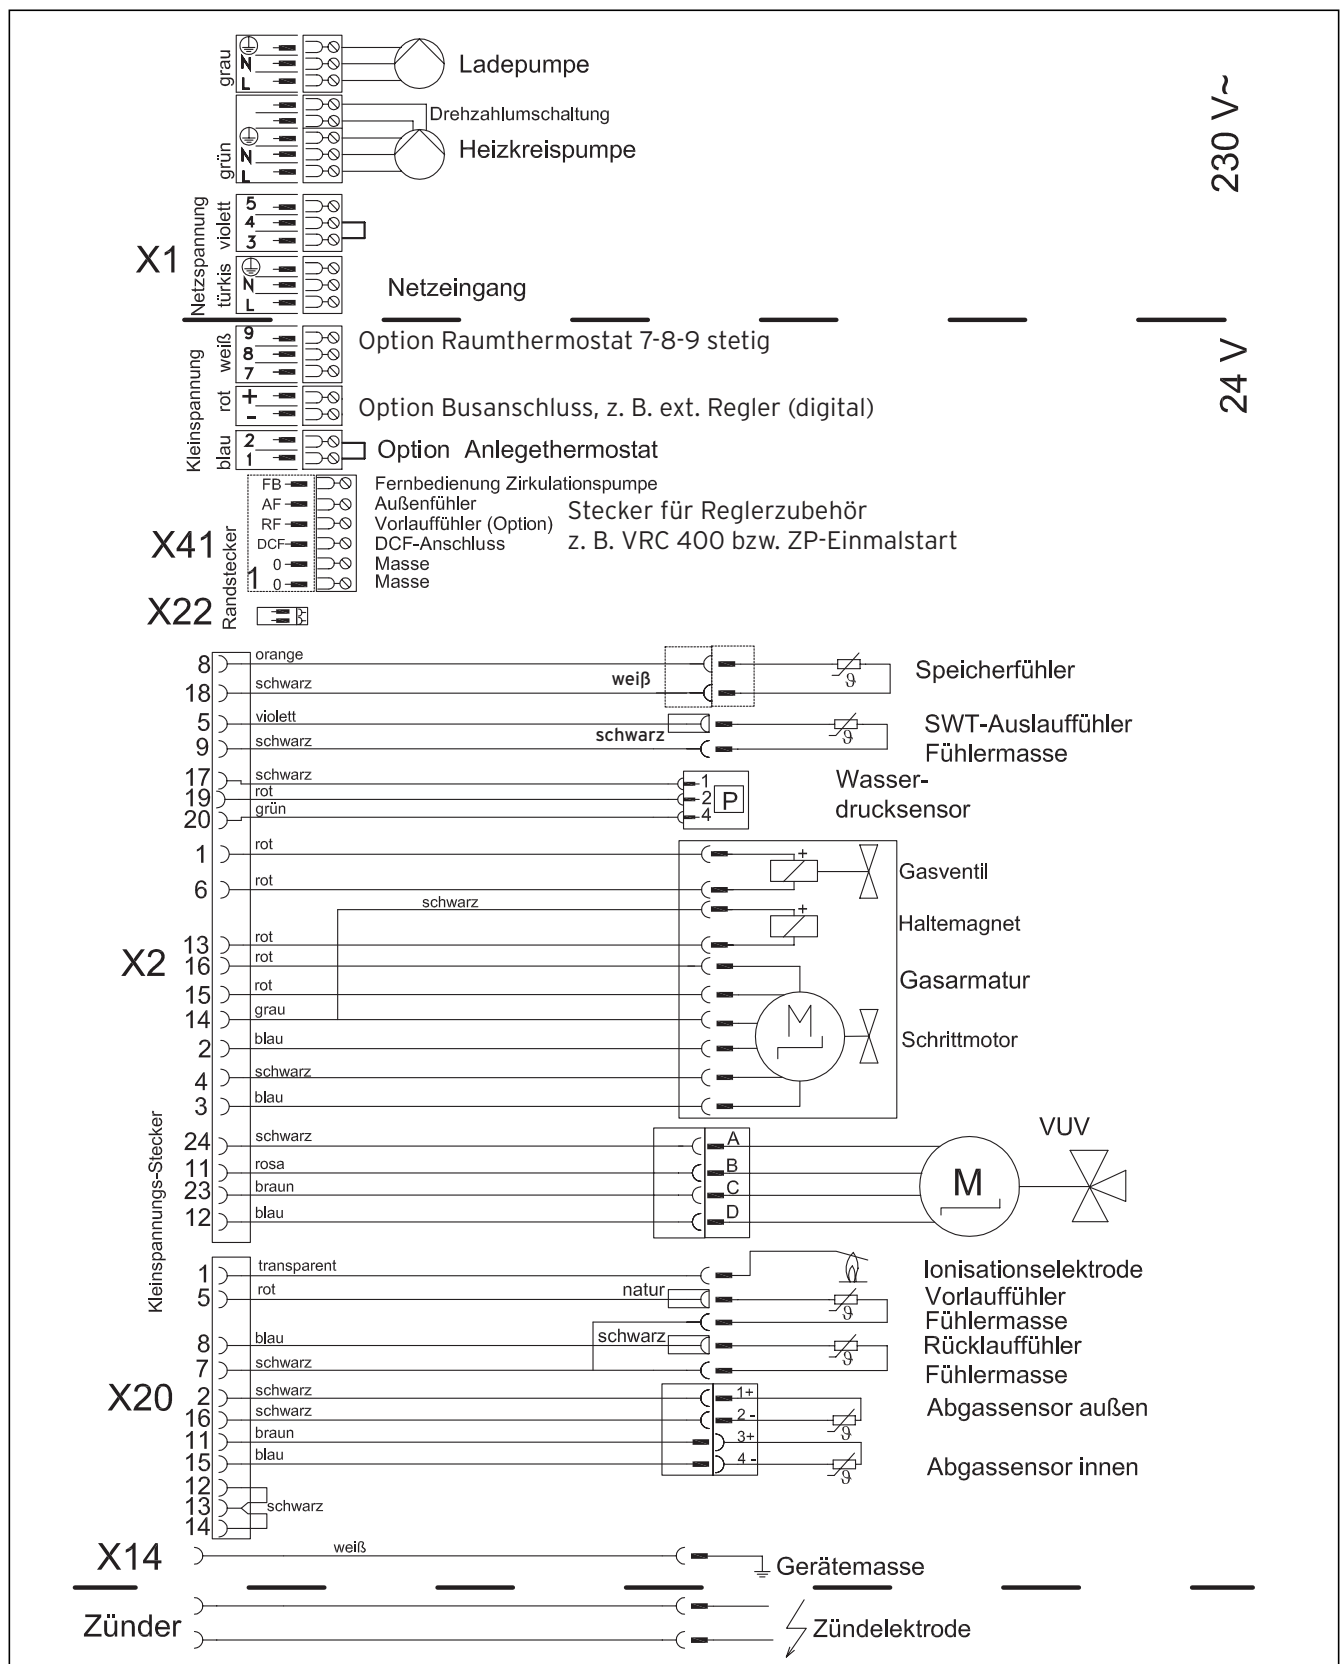

Abb. 5.6 Anschlussverdrahtung mit System ProE
- Verlegen Sie die erforderlichen Leitungen zur Anschlussebene im Schaltkasten wie in Abbildung 5.6 gezeigt.
- Schließen Sie die Anschlusskabel entsprechend Abbildung 5.6 an die entsprechenden ProE Stecker bzw. Steckplätze der Elektronik an.